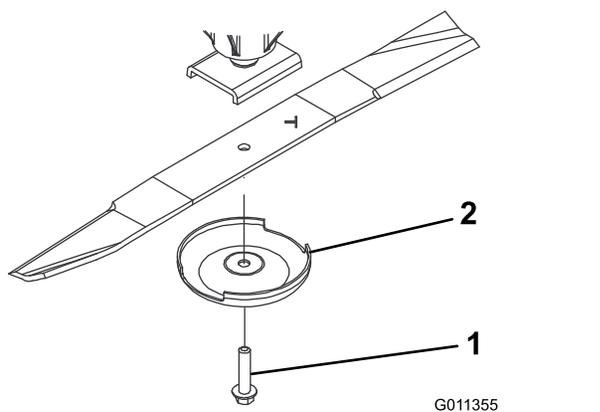

Рисунок 59
2. Возьмитесь за конец ножа рукой в перчатке на толстой подкладке или через слой ветоши. Снимите болт ножа, защитный колпак и нож с вала шпинделя (Рисунок 59).
3. Установите нож полотном в направлении режущей деки вместе с крышкой предотвращения повреждения почвы и болтом ножа (Рисунок 59). Затяните болт ножа с моментом 115-149 Н•м.